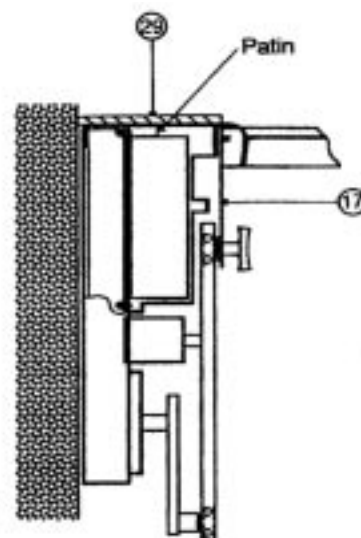

Figure 19
- c) - Il est possible d'habiller les façades des piles (29) (tôles nervurées, lames bois ...) à l'aide de rivets pop ou de vis, en prenant soin de ne pas placer de fixation en face des patins de contrepois. Figure 19.